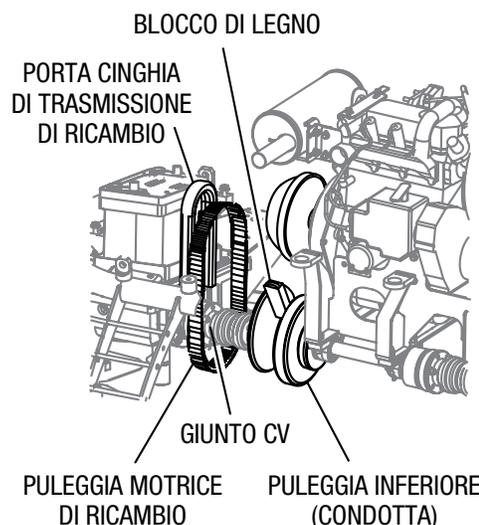

Figura 20. Installazione della cinghia di trasmissione
2. Rimuovere i 2 bulloni che fissano il porta cinghia di trasmissione. (figura 20). In questo modo la cinghia potrà essere utilizzata per il montaggio. Fare attenzione a non sporcare la cinghia di ricambio con grasso o sporcizia.